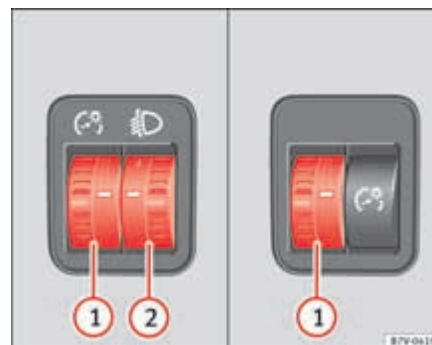

Abb. 63 Neben dem Lenkrad: Regler für die Instrumenten- und Schalterbeleuchtung ① sowie Leuchtweitenregulierung ②.
① Instrumenten- und Schalterbeleuchtung
Bei eingeschaltetem Licht lässt sich die Helligkeit der Instrumenten- und Schalterbeleuchtung durch Drehen des Reglers ⇒ Seite 109, Abb. 63 ① stufenlos regulieren.
② Leuchtweitenregulierung
Die Leuchtweitenregulierung ⇒ Seite 109, Abb. 63 ② passt je nach Einstellwert die Lichtkegel der Scheinwerfer stufenlos dem Beladungszustand des Fahrzeugs an. Dadurch hat der Fahrer bestmögliche Sichtverhältnisse und der Gegenverkehr wird nicht geblendet ⇒ ⚠.
Zum Einstellen Regler ⇒ Seite 109, Abb. 63 ② drehen: